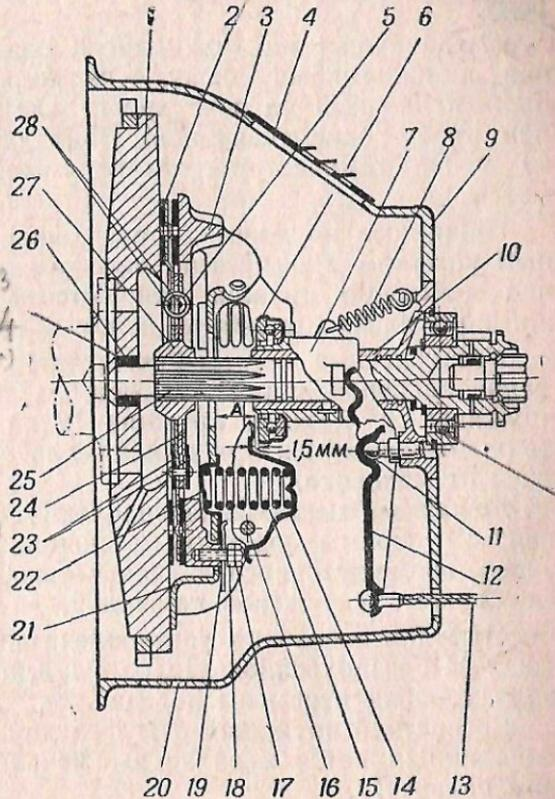

Рис. 44. Сцепление:
Сцепление (рис. 44) однодисковое, сухое, установлено на маховике двигателя. Опорный кожух 21 сцепления, штампованный из листовой стали, крепится к маховику шестью болтами. Три симметричных отверстия в кожухе служат для установки опорных чашек 22 нажимных пружин 15, а три прямоугольных окна для соединения с нажимным диском 3. С наружной стороны кожуха между его ребрами на осях 16 установлены три фасонных штампованных рычага 14 выключения сцепления.
Муфта выключения установлена на направляющей втулке 10 (рис. 44), выполненной заодно с крышкой подшипника первичного вала коробки перемены передач.
При нажатии на педаль сцепления ее перемещение передается через тягу, промежуточный валик и трос к вилке выключения 12 (рис. 44), которая, передвигая муфту 7 вперед, нажимает шариковым подшипником на длинные плечи рычагов выключения 14. Нажимные пружины сжимаются, и короткие плечи рычагов отходят от нажимного диска, который под действием отводных пружин 19 отходит от маховика, освобождая при этом ведомый диск.
- 1) положение рычагов выключения сцепления 14 (рис. 44);
Регулировка положения рычагов выключения сцепления должна обеспечить необходимое давление нажимных пружин на диски. Регулировка производится установочными болтами 17 (рис. 44) при установке сцепления на маховик.
Регулировка свободного хода педали сцепления. Для обеспечения полного включения сцепления между торцом подшипника муфты 7 (рис. 44) и рычагами выключения 14 должен поддерживаться 1,5-мм зазор, соответствующий свободному ходу педали сцепления в 20 мм.